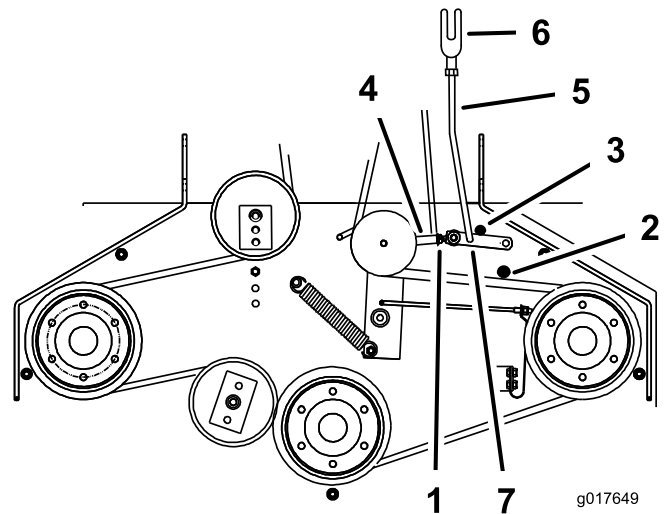

Figure 51
- Vérifiez que le bras d'assistance est en appui contre la butée arrière sur le tablier (Figure 51).
- Le bras d'assistance doit toucher la butée avant sur le plancher. Dans le cas contraire, réglez le levier coudé pour le rapprocher du renfort (Figure 51).
8. Pour ajuster la biellette du bras d'assistance, enlevez la goupille fendue du bras d'assistance (Figure 51).
11. Installez la biellette dans le bras d'assistance et fixez-la avec la goupille fendue (Figure 51).